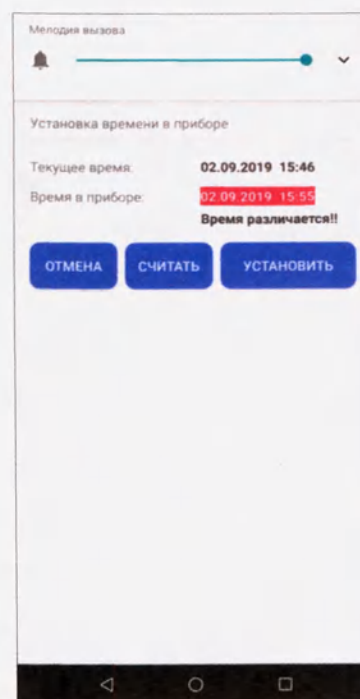

Рис.8. Установка даты и времени
- Для установки верной даты и времени необходимо нажать клавишу «Установить» (рис.8).